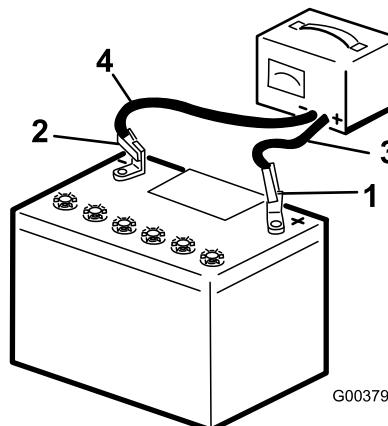

Рисунок 44
3. Подсоедините положительный провод зарядного устройства к положительному штырю аккумулятора (Рисунок 44).
4. Подсоедините отрицательный провод зарядного устройства к отрицательному штырю аккумуляторной батареи (Рисунок 44).
6. После полной зарядки аккумулятора отсоедините зарядное устройство от источника электропитания и штырей аккумулятора (Рисунок 44).